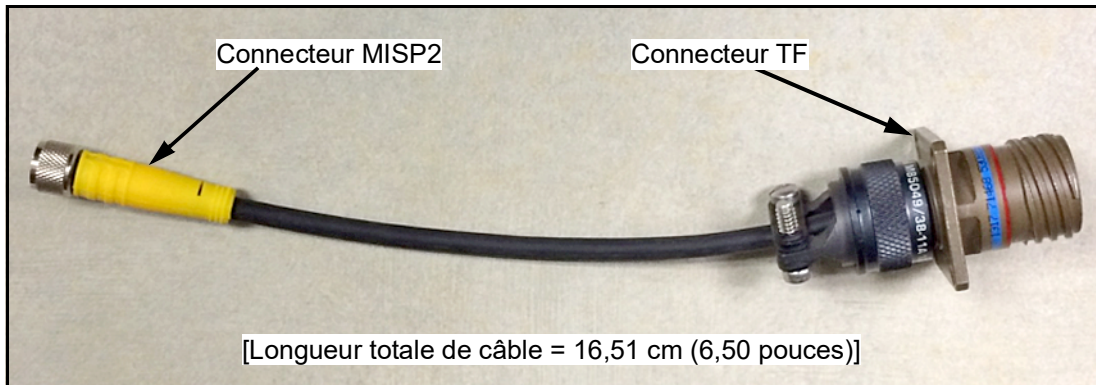

Figure 5: Câble convertisseur TF-MISP2
Si le système de mesure hygrométrique existant fait appel à une sonde d'humidité **TF-Series**, le câble correspondant à cette sonde peut être adapté pour être utilisé avec une sonde **MISP2**. Pour adapter le système existant, reportez-vous à la *Figure 5* et procédez comme suit :
3. À l'aide du câble adaptateur Panametrics 704-1362-00, illustré à la *Figure 5* ci-dessus, raccordez une extrémité du câble à la sonde **MISP2** et l'autre au connecteur de câble **TF-Series** existant.